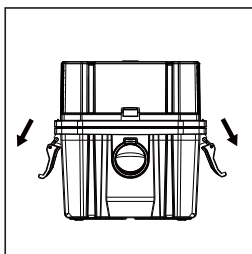

FIG. 6
- Rimuovere il gruppo testa motrice dell'aspiratore a umido/a secco tirando verso l'esterno le chiusure del coperchio situato su ciascun lato dell'apparecchio. Sollevare il gruppo testa motrice. (Fig. 6)